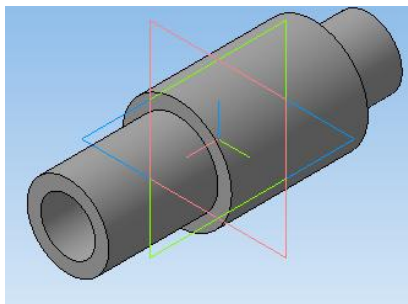

*Рисунок 56*
- завершите создание эскиза и выполните команду **-Вырезать выдавливанием**, установив направление выдавливания – обратное направление, и величину выдавливания – 70мм (рисунок 56).